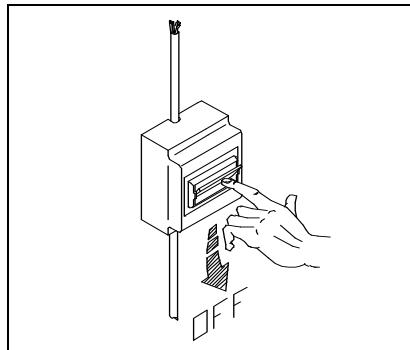

Рис. 5-1
N.B.: Перед проведением любых работ по техническому обслуживанию, отключайте машину от сети. (рис. 5-1)
N.B.: Before any technical service, disconnect the machine from the mains. (fig. 5-1)
N.B.: Vor jedem kundendienst die machine vom stromnetz ausschalten. (Fig. 5-1)
N.B. : Avant de toute intervention, débrancher l'appareil de l'électricité. (Fig. 5-1)
N.B.: Desconecte siempre el aparato de la red antes de cualquier operación de arreglo. (fig. 5-1)
N.B.: Antes de qualquer intervento tecnico, desligar a máquina da rede eléctrica. (fig. 5-1)
N.B.: Alvorens technische ingrepen aan het apparaat uit te voeren moet het apparaat van het elektriciteitsnetafgekoppeld worden. (Afb. 5-1)